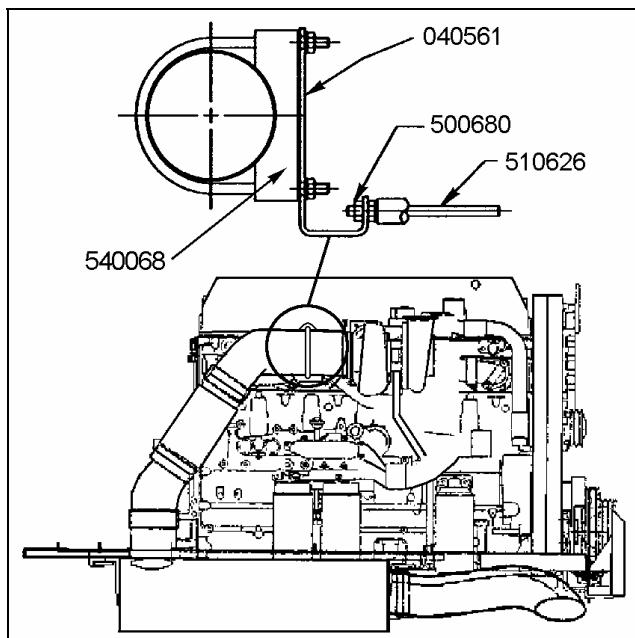

FIGURE 2 : VUE DU MOTEUR – CÔTÉ TURBOCOMPRESSEUR
6. Serrer les deux goujons avec écrou hex. (Prévost #510626) du moteur à un couple de 58 - 73 Nm (43 - 54 lbf-pi). Installer le nouveau support de renforcement (Prévost #040561) et serrer les écrous Stover (Prévost #500680) comme le montre la figure 2.